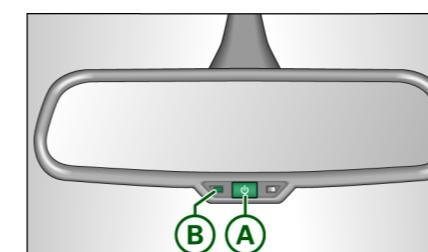

图 54 自动防眩目车内后视镜 *
- 按按钮 **A** ⇒ 第 47 页, 图 54。指示灯 **B** 亮起。光线射入（如后面射来的大灯光）时，内后视镜或外后视镜 * 会作防眩目处理。